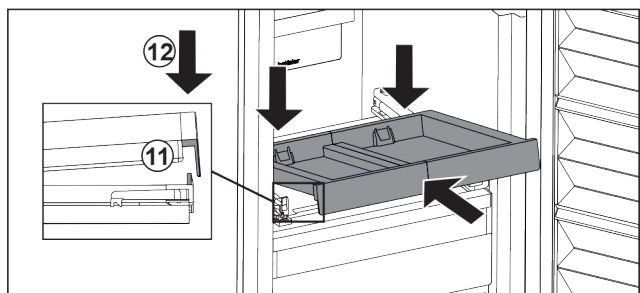

Fig. 108
- ▶ Työnnä sisään vinossa asennossa. Varmista samalla, että pysäytinvaste on molemmilla puolilla kielekkeen takana. Fig. 108 (11)
- ▶ Laske vetotaso edestä alas. Fig. 108 (12)